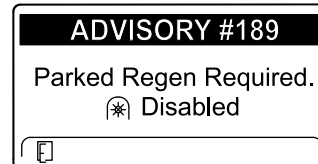

Figura 50
- Se non eseguite una rigenerazione parcheggiata entro 2 ore, l'InfoCenter visualizza il messaggio di richiesta della rigenerazione parcheggiata e di disabilitazione della presa di forza ADVISORY #189 (Figura 50).